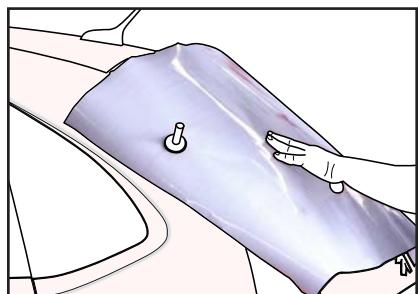

Figure 08
- › Lorsque le film microporé est utilisé dans le cadre d'un total covering, pré-positionner puis caler le film sur le marquage déjà posé à l'aide d'aimants ou de bouts de Tiro de masquage. Les morceaux de Tiro devront être positionnés au centre haut puis au centre bas du microporé (FIG. 08). Un raccord visuel parfait sera ainsi réalisé.